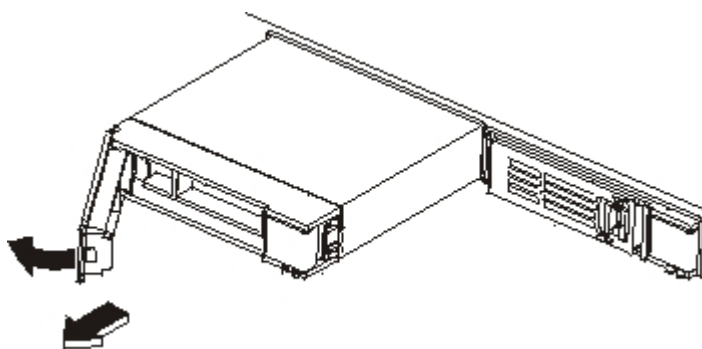

Figura 26. Removendo um módulo de unidade de disco rígido
3. Pressione o botão azul e a alavanca será aberta. A Figura 26 ilustra as etapas a seguir.